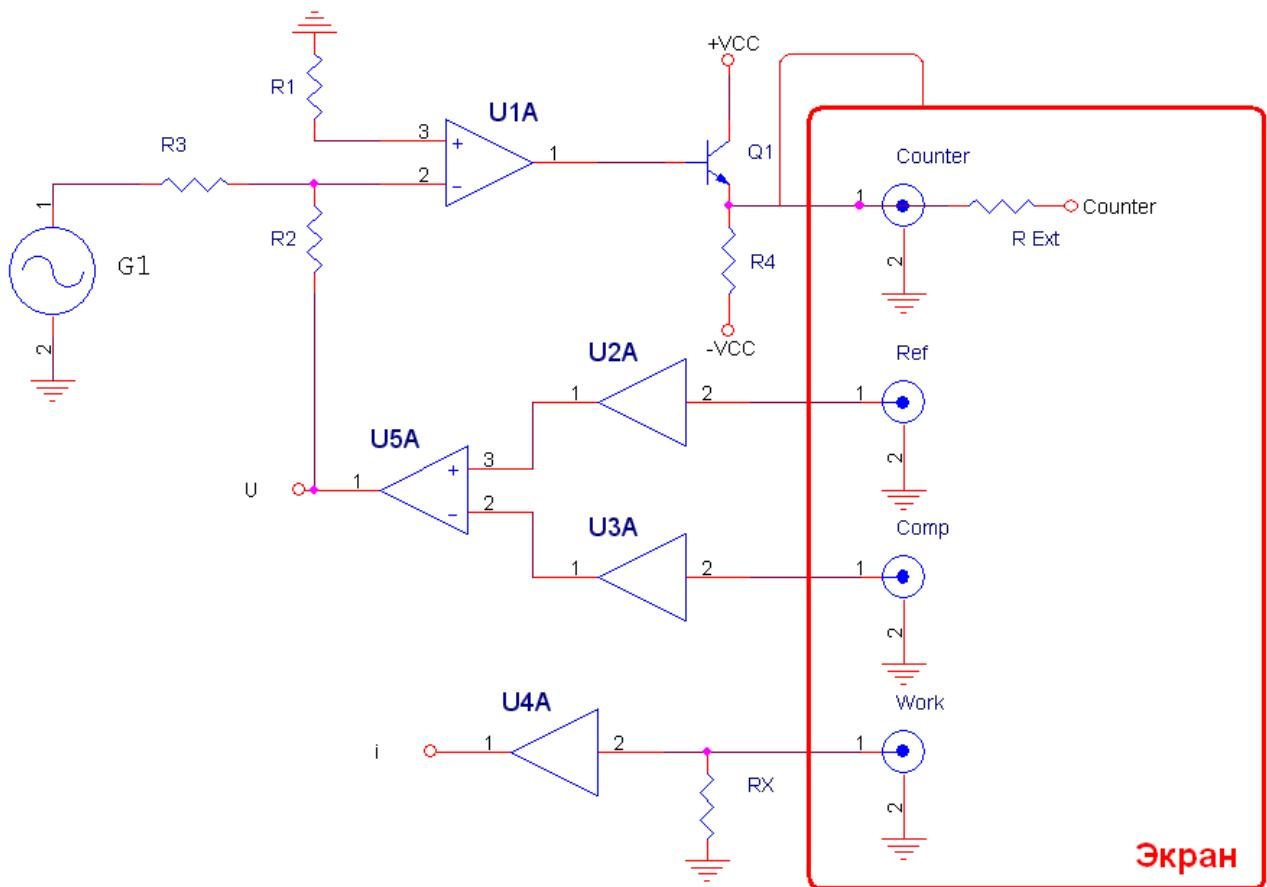

Рис.3. Подключение “Counter” Электрода через проволочный резистор “R Ext”.
Вторым способом борьбы с самовозбуждением и помехами является намеренное снижение избыточного быстродействия всей установки с фильтрацией высокочастотных составляющих помех. Для этого электрод “Counter” подключается к соответствующему ему выводу измерительной ячейки через индуктивность и резистор. Самым простым при этом является применение проволочного резистора сопротивлением 10-100 Ом (Рис. 3). Проволочные резисторы как правило изготавливаются намоткой провода на каркас, имеют достаточную величину собственной индуктивности и легко доступны при малой стоимости.
Для регистрации постоянного тока могут быть использованы штатные возможности прибора в том случае, когда загрузка диапазона по постоянному току составляет более хотя бы 5% от максимума диапазона. Однако, часто оказывается, что регистрация постояннотоковых и переменнотоковых характеристик исследуемого объекта требует применения различных диапазонов ток-сопротивление. В этом случае рекомендуется применение внешнего постояннотокового амперметра. Последний подключается в разрыв цепи "Counter" электрода так же, как и вспомогательный резистор (Рис. 3). Такой подход можно использовать для повышения точности регистрации постояннотоковых характеристик, или для проверки точности регистрации постоянного тока прибором. В случае, когда приборная точность оказывается достаточной, внешний амперметр может быть отключен.
2. Наличие низкоомной высокочастотной составляющей в 90% импедансных спектров может привести к невозможности работы на высокоомных диапазонах ток сопротивление ввиду избыточности выходного поляризующего напряжения встроенного потенциостата импедансметра. В этом случае рекомендуется применение токоограничительных резисторов, как и в случае защиты от помех (Рис. 3).